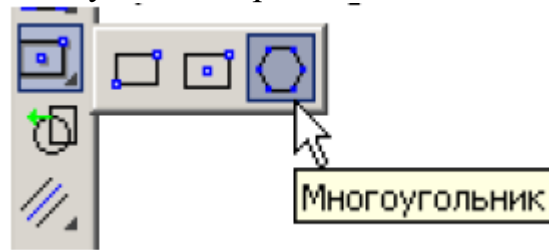

Рис. 9
6. Для побудови правильного шестикутника активізуйте на панелі Геометрія  команду Многоугольник, рис. 9.